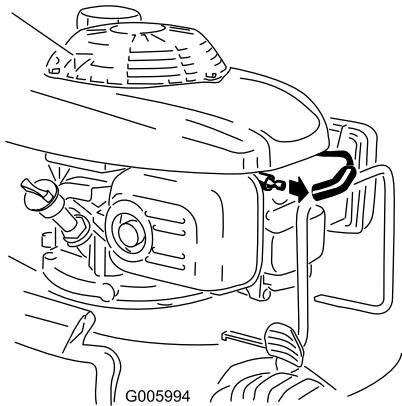

Figura 34
- Staccate il cappellotto dalla candela (Figura 34) prima di eseguire interventi di manutenzione.
2. Scollegate il cappellotto dalla candela (Figura 34).